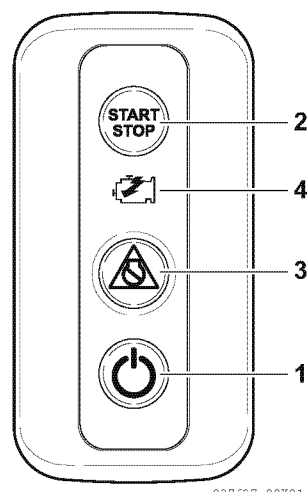

Figura 1
4. Prima o interruptor de energia no painel de interruptores da estação seleccionada (1, **Figura 1**).
10. Prima o botão ARRANCAR/PARAR motor (2, **Figura 1**) e ligue o motor de arranque.